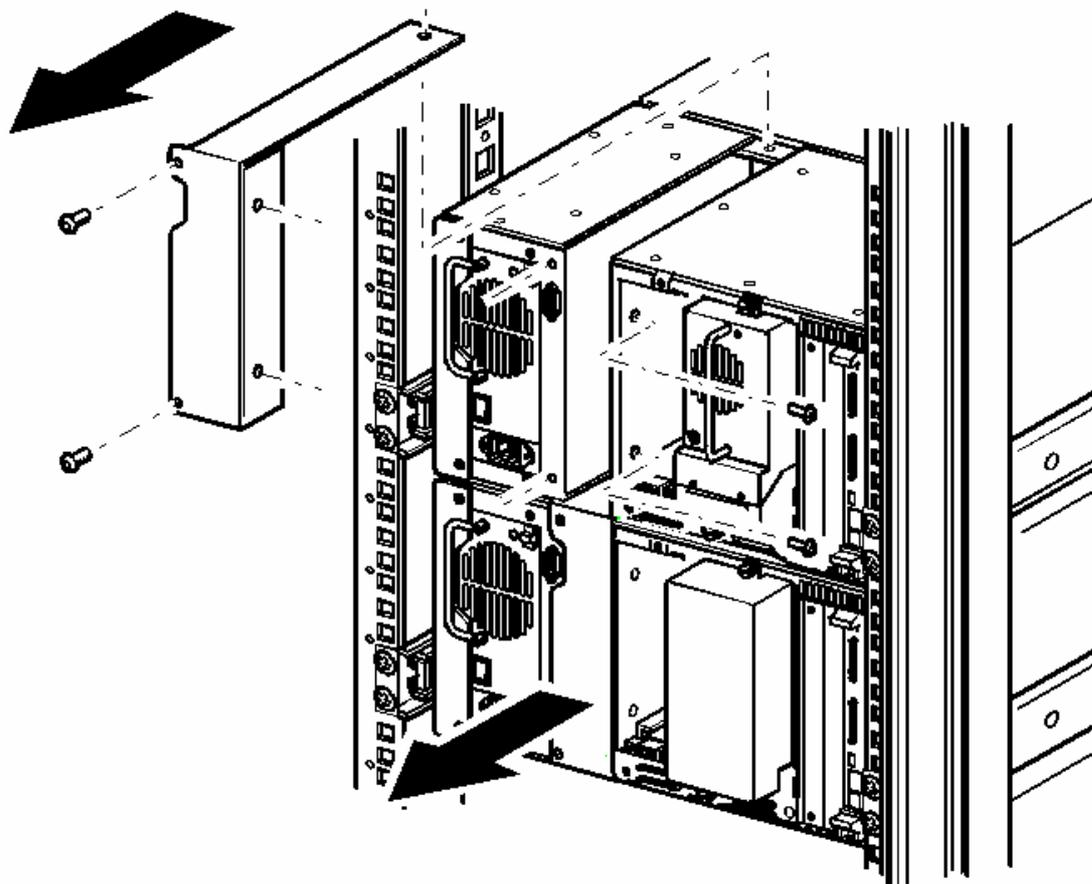

図2-9 エレベータカバープレート取り外し
1. エレベータカバープレートの背後から2本のネジを取り外します。図2-9を参照してください。
2. ドライブスロット側からエレベータプレートを取り付けている、2本の内側ネジを取り外します。図2-9を参照してください。
3. エレベータカバープレートの上部のネジを取り外します。図2-9を参照してください。全てのネジを外したらカバープレートを後ろに滑らせ取り外します。